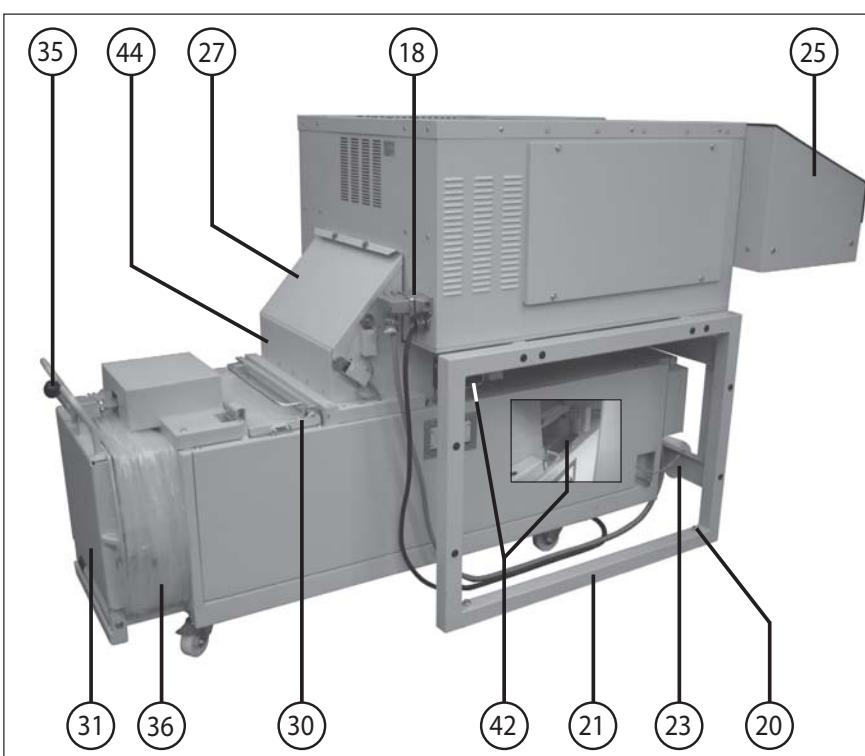

fig. 2
- 18 = Prise (fig. 2)
20 = Vis de compensation (fig. 2)
27 = Volet de protection (fig. 2 et 5)
30 = Volet d'introduction (fig. 2)
31 = Volet de prélevement (Abb. 2)
35 = Levier de verrouillage (fig. 2)
36 = Cadre du sac (fig. 2 et 14)
42 = Équerre de fixation (fig. 2)